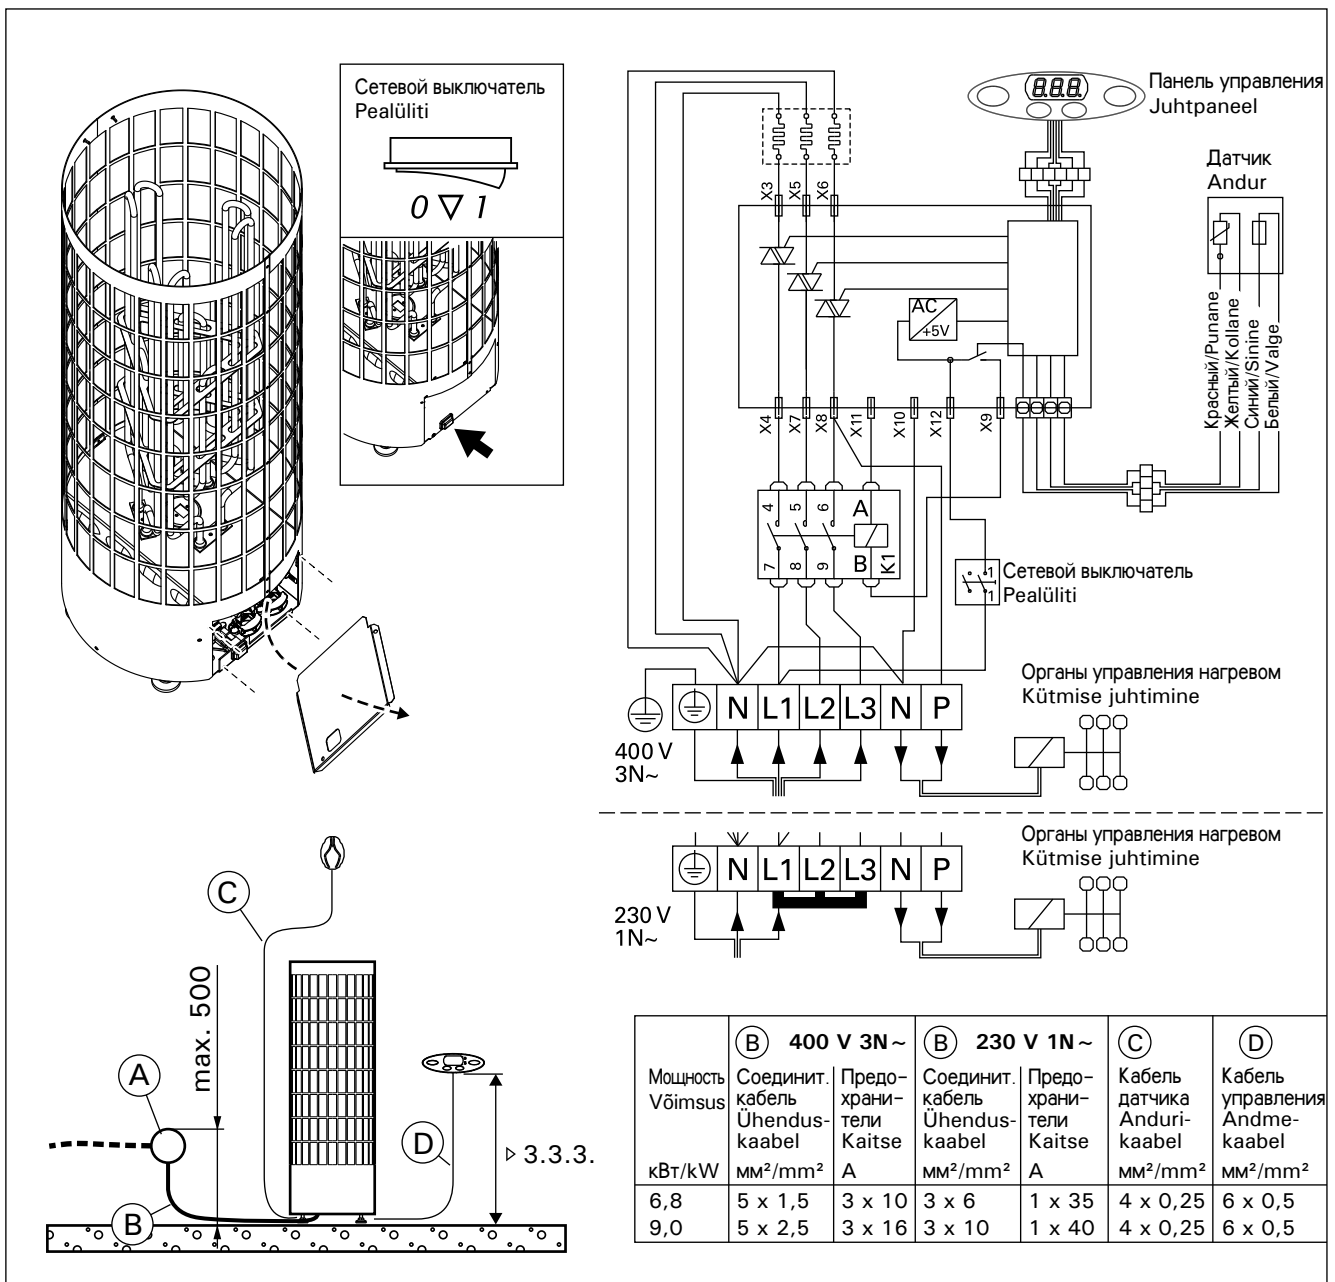

Рисунок 7. Электромонтаж
- Каменка гибким проводом подсоединяется к соединительной коробке (рис. 7: A) на стене сауны. Соединительная коробка должна быть брызгозащищенной и находиться на расстоянии не более 500 мм от пола.
- В качестве кабеля (рис. 7: B) следует использовать резиновый кабель типа H07RN-F или подобный. **ВНИМАНИЕ! Использование кабеля с ПВХ-изоляцией запрещено вследствие его разрушения под воздействием тепла.**
- Кроме клемм питания каменки оснащены также клеммой (P), которая делает возможным управление электрическим нагревом (рис. 7). Управляющее напряжение передается от каменки, когда она включена. Кабель управления электронагревом подводят прямо к соединительной коробке каменки и дальше с помощью резинового кабеля, равного по сечению соединительному кабелю, к клеммнику.
Закрепите панель управления следующим образом (см. рис. 7):
3. Вставьте свободный конец кабель управления в разъем нагревателя по принципу цветового соответствия (рис. 7: C).